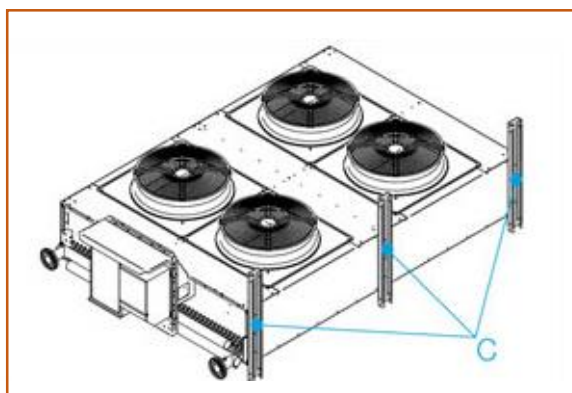

FIG. 03
- Démonter les barres de support [C] (FIG. 03)